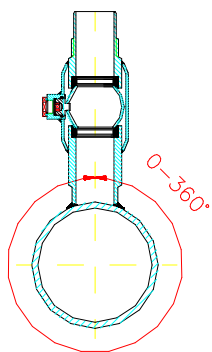
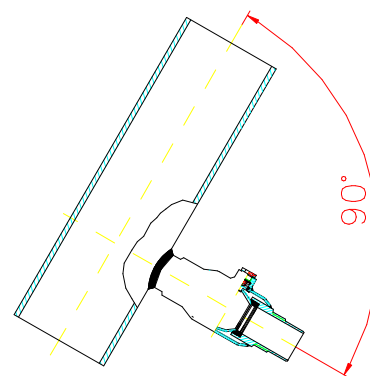

Рисунок 2
Рисунок 3
4. Кран может быть приварен к трубопроводу под любым углом от 0 до 360° (рис. 2), но строго перпендикулярно к осевой трубопроводу (рис. 3)